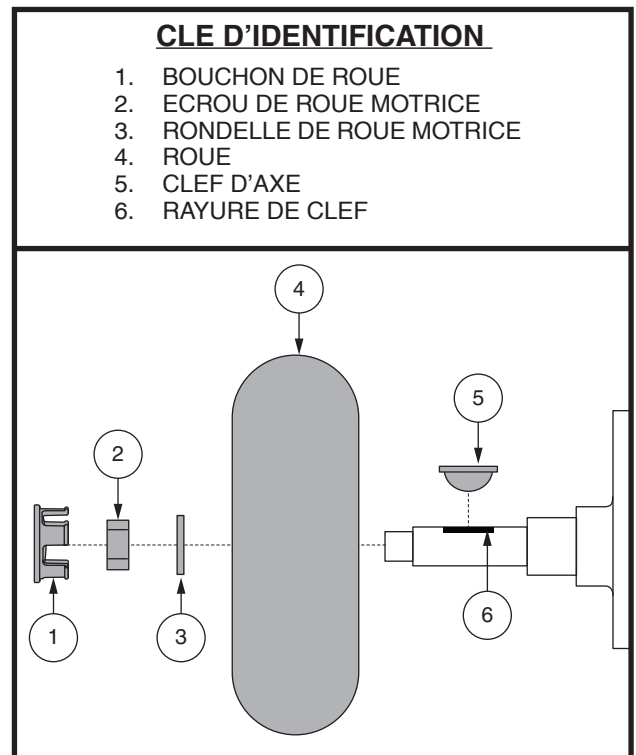

Figure 20. Enlèvement de la roue motrice
3. Enlever le bouchon de roue, l'écrou et la rondelle de roue motrice sur l'essieu. **Voir la figure 20.**